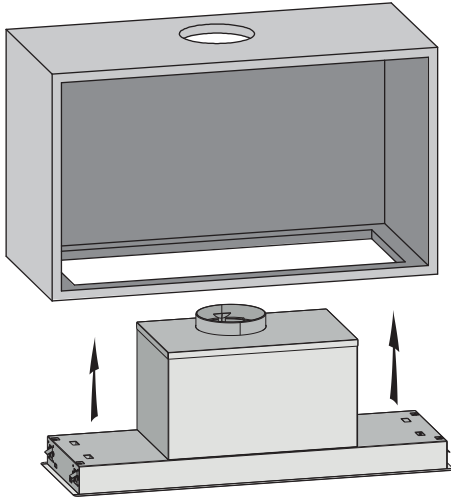

Figure 4
- Aligner la hotte à l'ouverture du bas du cabinet et la visser dans l'ouverture avec des vis. (Voir figure 4 et 5)